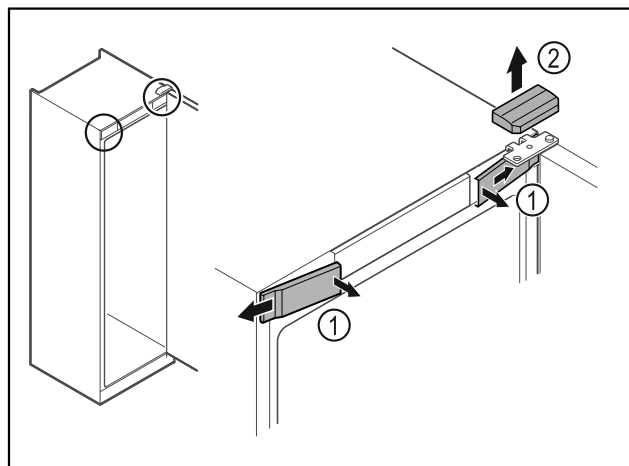

Fig. 11
- Voorste afdekkingen Fig. 11 (1) binnen ontgrendelen en naar de zijkant toe verwijderen.
► Bovenste afdekking Fig. 11 (2) naar boven toe verwijderen.